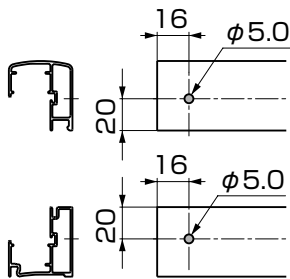
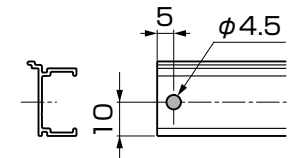

図1-4 上棧、下棧
図1-5 上枠、下枠
②切断した上棧と下棧にφ5.0の孔、上枠と下枠にφ4.5の孔をあけてください。(図1-4、図1-5参照)